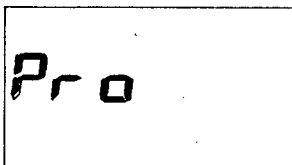

Fig. 5.19
Programmeringstasten **Pro** (10) trykkes ind og rumtermostaten kobles ud af programforløbet (fig. 5.19)